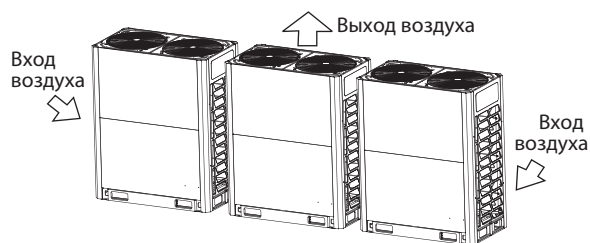

Рис. 4-7
- Обеспечьте достаточно места для техобслуживания. Модули в одной и той же системе должны быть установлены на одном уровне (см. Рис. 4-7)